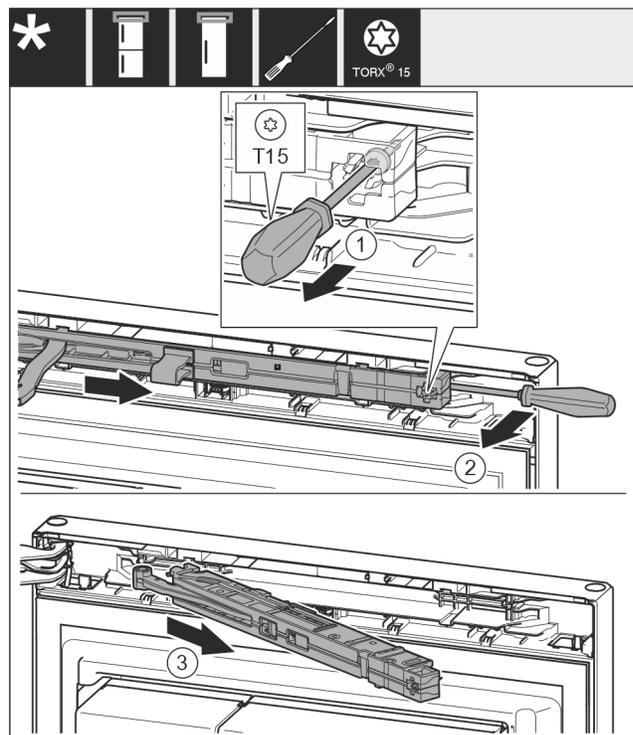

Fig. 10
- ▶ Schraube an Schließdämpfereinheit mit Schraubendreher T15 ca. 14 mm (0.55 in) lösen. Fig. 10 (1)
- ▶ Mit einem Schraubendreher griffseitig hinter die Schließdämpfereinheit fahren und Einheit nach vorne drehen. *Fig. 10 (2)*
- ▶ Schließdämpfereinheit herausziehen. *Fig. 10 (3)*